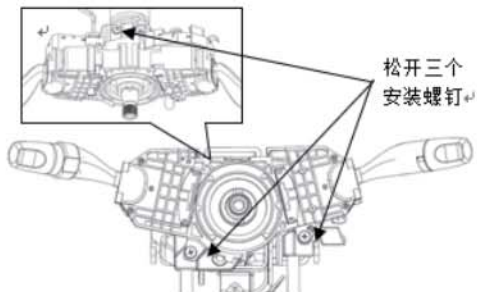

图 4-6 拆下组合开关
① 拔下连接在组合开关上的接插件。
② 用十字起松开组合开关的三个安装螺钉（两个位于正面、一个位于背面），如图 4-6 所示，取下组合开关。